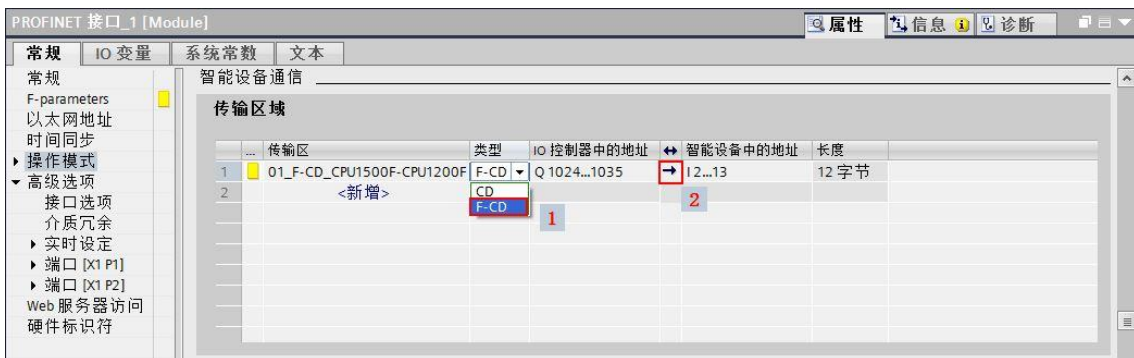

图 2-6 组态 S7-1200F CPU 通信地址区
6) 在下面的“传输区域”中，组态两个 CPU 之间的通信地址区，在类型中一定要选择 F-CD，箭头方向表示 S7-1500F CPU 发送数据到 S7-1200F CPU，如图 2-6。如果需要发送的数据多于 16Bool 和 2INT，可以再配置多个同样的传输地址区。S7-1200F CPU 如果需要发送数据到 S7-1500F CPU 也是相同配置方法，只不过箭头方向要向左。